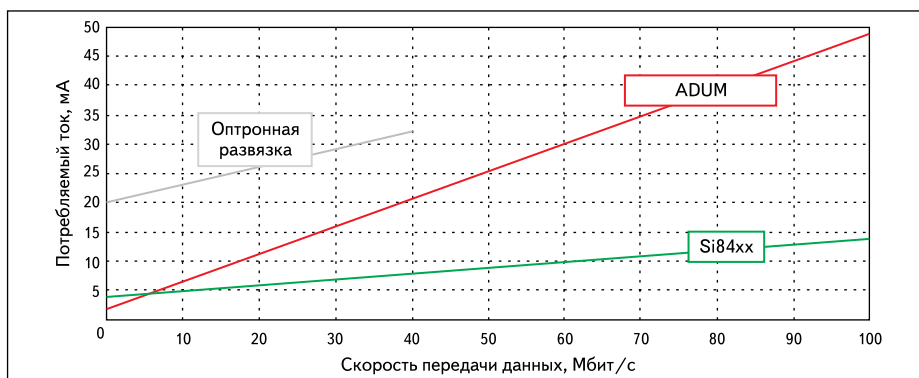

Рис. 8. Энергопотребление цифровых и оптронных развязок при напряжении питания 5 В
- Рис. 8 — энергопотребление цифровых и оптронных развязок при напряжении питания 5 В. Энергопотребление изоляторов Si84xx заметно выигрывает на больших скоростях обмена данными. Разница менее существенна при питании 3,3 В.